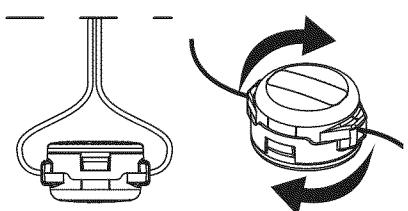

Fig. 13
2. Utilizando una línea de reemplazo de 10.5 pies (3.2 m). Empuje un extremo de la línea a través de uno de los ojetes hasta que salga por el lado opuesto. Continúe empujando o tirando de la línea hasta que la línea quede distribuida uniformemente, de manera que se vea aproximadamente 5 pies (1.5 m) desde ambos lados del cabezal de corte (Fig. 13)